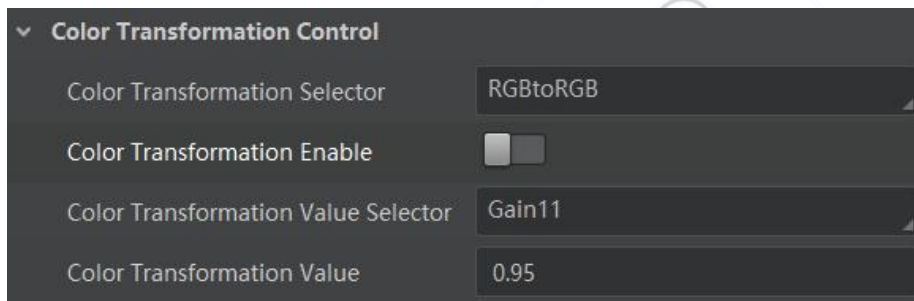

图7-43 设置方法一
- 不开启 *Color Transformation Enable* 参数时，可根据实际需求在 *Color Transformation Value Selector* 中选择参数，修改对应的 *Color Transformation Value* 参数值，如图 7-43 所示。